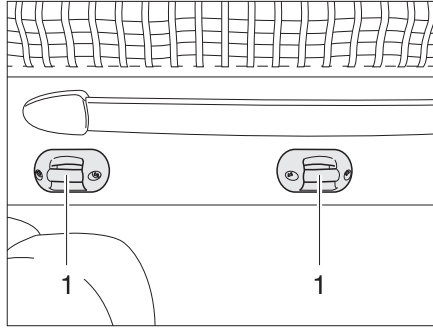

Fig. 167 Fixation échelle de montée
- Accrocher l'échelle de montée par les deux étriers aux crampillons (Fig. 167,1) se trouvant sur le lit escamotable.